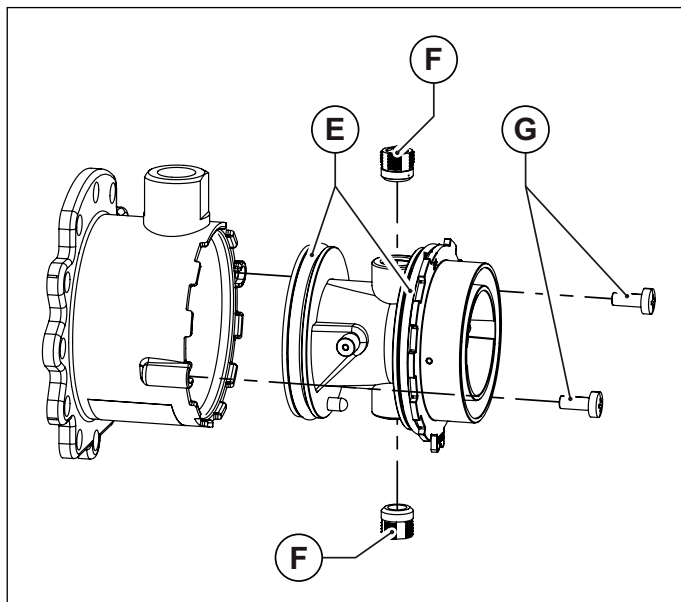

Abb. 32 Kunststoffkörper des Mixers
- Den Kunststoffkörper der Mischeinrichtung nach Lösen der beiden Befestigungsschrauben anziehen (siehe Abb. 32 Kunststoffkörper des Mischers).
- Beide Gas-Düsen der Mischeinrichtung mit einem 6 mm Innensechskantschlüssel lösen/herausdrehen (siehe Abb. 32 Kunststoffkörper des Mischers).
- Den Kunststoffkörper (Venturi) erneut montieren und ihn dabei, in der richtigen Position in die Mischeinrichtung einsetzen und mit den Befestigungsschrauben fixieren, dabei darauf achten, dass die O-Ringe, die an den Enden des Kunststoffkörpers (siehe Abb. 32 Kunststoffkörper des Mischers) sitzen, nicht beschädigt werden und die Montagerichtung einhalten (siehe Abb. 33 Montagelage).
- Die zusammengesetzte Mischeinrichtung mit den Innensechskantschrauben am Gebläse montieren und dabei darauf achten, dass die O-Ringe zwischen dem Mischer und dem Gebläse positioniert sind (siehe Abb. 32 Kunststoffkörper des Mischers).